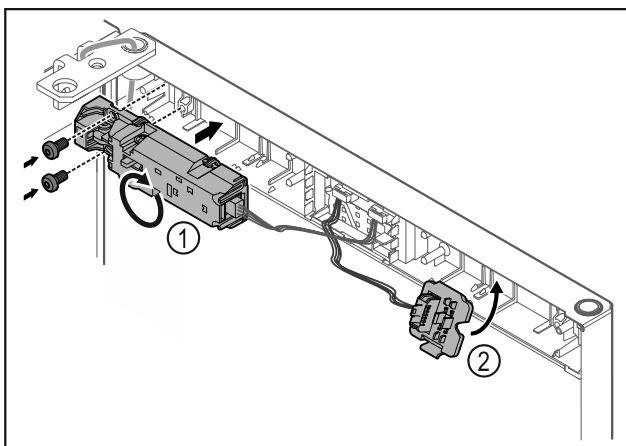

Fig. 18
- ▶ Περιστρέψτε την τηλεχειριζόμενη κλειδαριά Fig. 18 (1) 180° και στερεώστε τη στην απέναντι πλευρά.
- ▶ Κουμπώστε το στήριγμα του φιν Fig. 18 (2) στην απέναντι πλευρά.